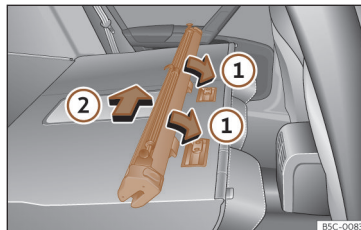

Fig. 193 Montar a rede de separação nos encostos do banco traseiro.
- Coloque a carcaça da rede nos rebaixos das calhas de fixação no sentido das setas >>> **Fig. 193** ①.
- Empurre a carcaça para o lado esquerdo do veículo no sentido da seta >>> **Fig. 193** ② e até ao limite.
- Puxe da carcaça da rede aproximadamente 5 cm no sentido contrário da seta >>> Fig. 193 ②.
- Retire a carcaça das calhas de fixação puxando no sentido contrário ao das setas >>> Fig. 193 ①.